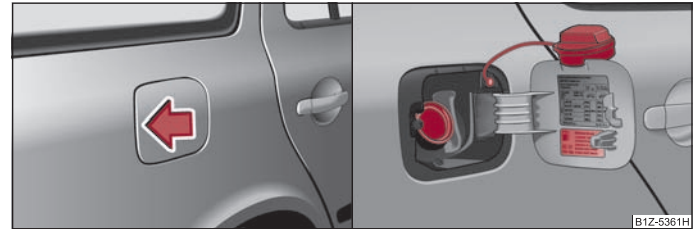

Fig. 11 Partea dreaptă spate a autovehiculului: Deschiderea clapetei rezervorului / Clapeta rezervorului cu capacul deschis
- Pentru a deschide clapeta rezervorului, apăsați-o în partea stângă în zona centrală ⇒ fig. 11 - stânga.
- Deșurubați capacul spre stânga și așezați-l pe clapetă, în partea de sus ⇒ fig. 11 - dreapta.